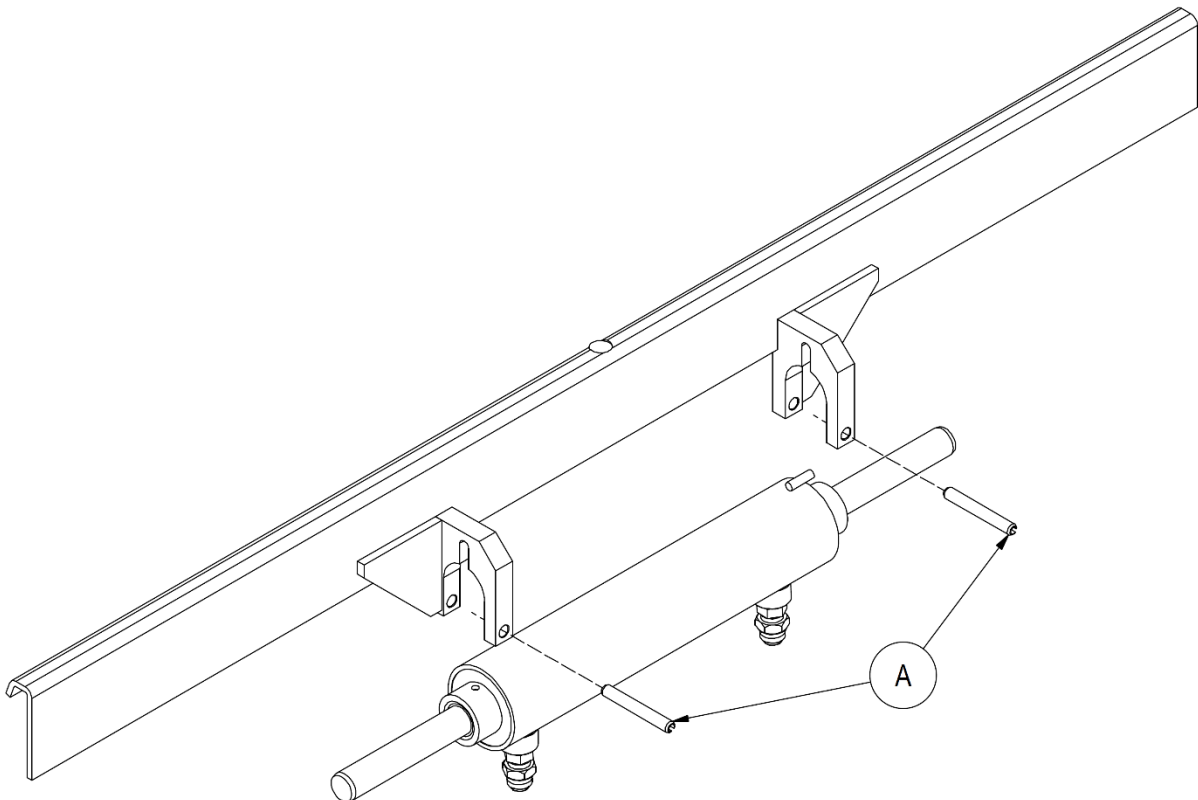

Abbildung 21
2. Ziehen Sie die Gummistecker **A** heraus und den Zylinder aus seiner Aufnahme (siehe *Abbildung 21*).